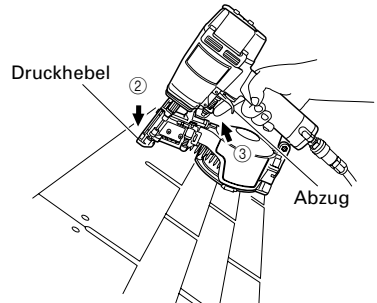

Abb. 6
(1) Intermittierender Betrieb (Auslösen durch Abzugschalter)
- ① Positionieren Sie den Nagelauslaß auf dem Werkstück, während Sie den Abzugschalter nicht berühren.
- ② Drücken Sie den Druckhebel bis zum Anschlag durch.
- ③ Ziehen Sie am Abzugschalter, um einen Nagel einzutreiben
- ④ Nehmen Sie den Finger vom Abzugschalter. Bewegen Sie den Nagler zum Eintreiben des nächsten Nagels entlang dem Werkstück und wiederholen Sie dieses Verfahren. (Abb. 6)